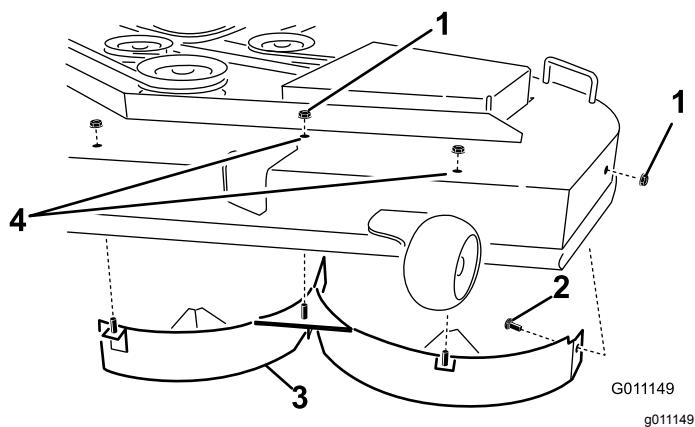

Figure 34
4. Retirez les 3 contre-écrous (5/16 po) fixés aux montants soudés du déflecteur gauche au sommet du plateau de coupe, au centre, à gauche du centre et à gauche (Figure 34).
5. Sur la paroi latérale du plateau de coupe, retirez le boulon de carrosserie et le contre-écrou qui fixent le déflecteur gauche au plateau (Figure 34).
6. Déposez le déflecteur gauche du plateau de coupe (Figure 34).
7. Localisez les 2 boulons dans les pièces détachées et insérez-les, avec les contre-écrous existants, dans les trous du plateau de coupe (voir Figure 34) pour éviter la projection de débris.